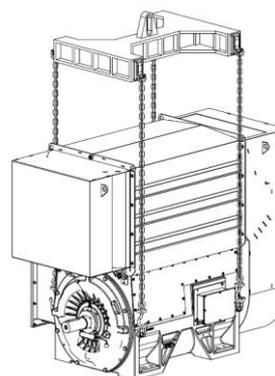

Figura 3.1: Manipulación
1. Levantar el motor conforme es indicado en la Figura 3.1, utilizando los 4 cáncamos previstos para esta finalidad. Si es necesario, retirar el intercambiador de calor para levantar el motor;